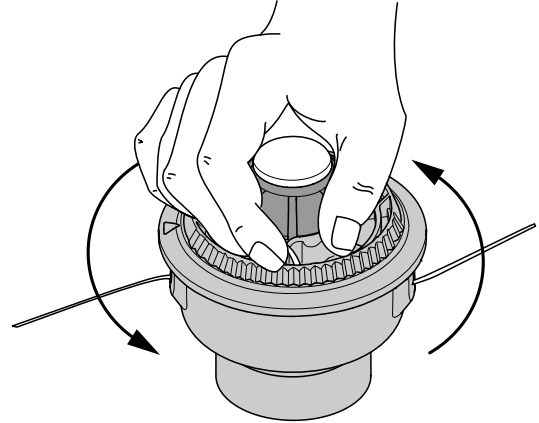

Fig. 24
8. Sostenga la bobina exterior. Bobine el carrete interior en sentido antihorario hasta que queden alrededor de cuatro (4) pulgadas (102 mm) de línea (Fig. 24).